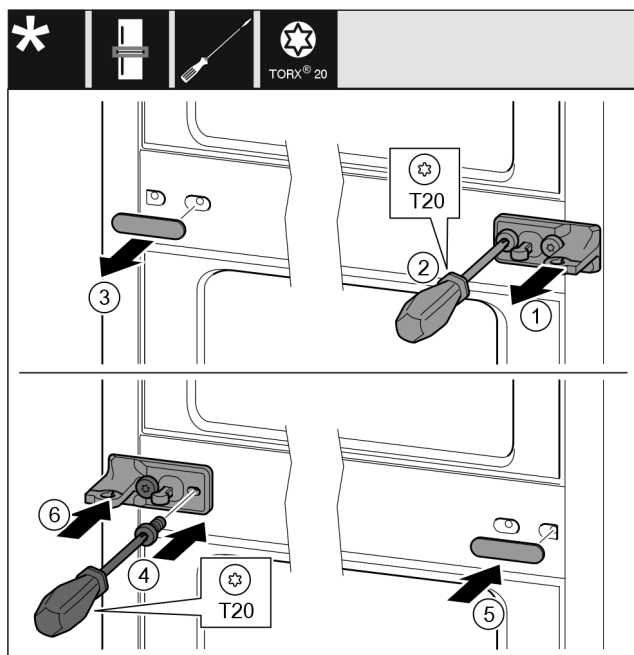

Fig. 33
- ▶ Štáhněte podložku. Fig. 33 (1)
- ▶ Šroubovákem T20 vyšroubujte šrouby. Fig. 33 (2)
- ▶ Opatrně stáhněte kryt. Fig. 33 (3)
- ▶ Stojan ložiska s fólií otočený o 180° pevně přišroubujte na druhé straně. Fig. 33 (4)
- ▶ Kryt otočený o 180° namontujte na druhé straně. Fig. 33 (5)
- ▶ Zepředu nasuňte podložku. Fig. 33 (6)